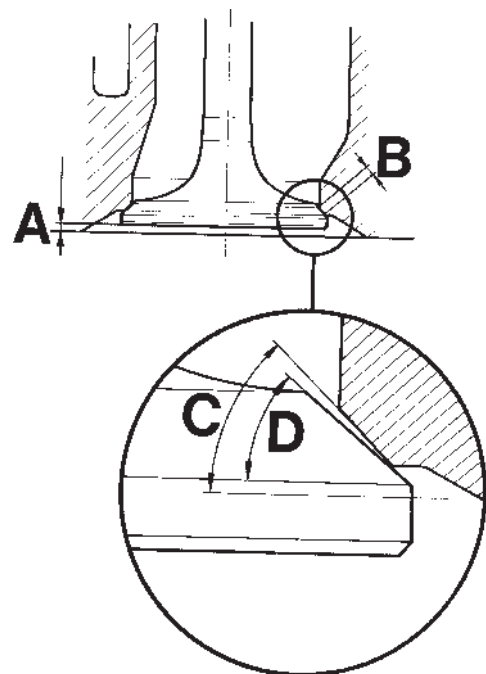

Figure 12. Cotes de rectification des soupapes et sièges de soupapes :
2. Usiner les sièges de soupapes avec un alésoir ou un disque abrasif. Aléser seulement jusqu'à ce que les sièges aient une forme correcte et une bonne surface de contact. L'angle au siège doit être de 45° et la largeur (« B », figure 12) de 1,5 mm. Le réglage de la largeur se fait avec un alésoir ou un disque abrasif de 30° ou 60°.
3. Bien nettoyer les soupapes et les rectifier à la machine. L'angle aux sièges de soupapes doit être de 44,5°. La surface d'étanchéité doit être rectifiée seulement jusqu'à ce qu'elle devienne « propre ». Si, après rectification, il reste moins de 1 mm au bord de la tête de soupape, il faudra jeter la soupape. Il en est de même lorsque les soupapes ont des queues tordues ou lorsque la cote « A », figure 12, dépasse 2,5 mm. Si cette cote est dépassée même avec les nouvelles soupapes, il faudra remplacer la culasse.